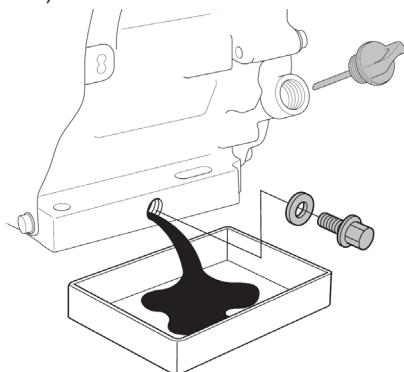

Рис. 15 Замена масла в двигателе
- Открутите пробку для слива масла и спейте отработанное масло в подготовленную для этого емкость (Рис. 15).